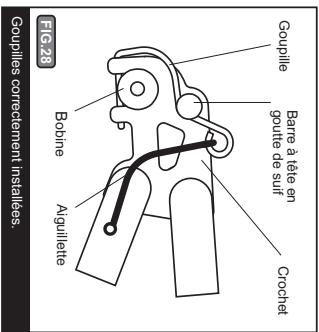

FIG. 28 Goupilles correctement installées.
F) Avec les crochets de la remorque placés sur les bobines, insérez la goupille dans le trou qui se trouve sur le bord avant du crochet. Faites glisser la goupille sous la bobine et dans le trou sur le bord arrière du crochet. Faites tourner la goupille vers le haut, vers la barre à tête en goutte de sur. Pour fixer la goupille, il faudra y appliquer une pression verticale et en direction du crochet. Lorsqu'elle est correctement installée, la goupille se tient entre le crochet et la tête de la barre à tête de sur, tel que cela est illustré dans la Fig. 28. L'aiguille en caoutchouc reliant la goupille lorsque celle-ci n'est pas installée.